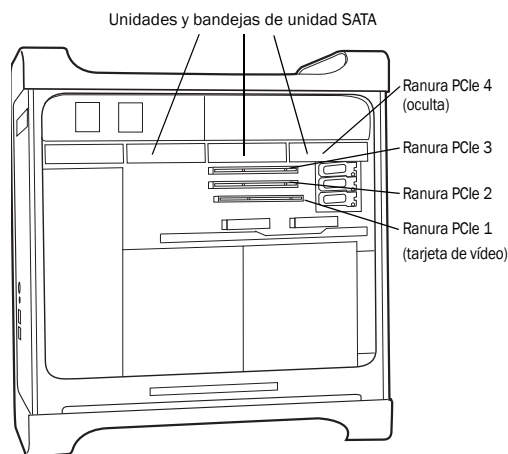

Figura 1. Mac Pro
- 8 Instala la tarjeta Pro Tools|HD Core en la ranura con el número inferior del ordenador (ranura 2). La ranura es la más próxima a la tarjeta de vídeo, como se ilustra en la Figura 1 en la página 11.